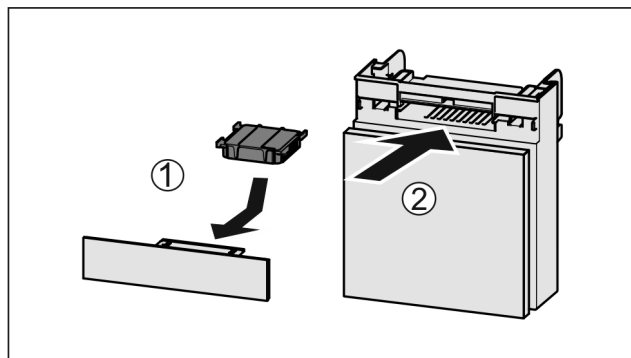

Fig. 178
- ▶ Introduceți Fig. 178 (1) filtrul de cărbune activ după cum se vede în figură.
- ▶ Împingeți Fig. 178 (2) compartimentul în interior.